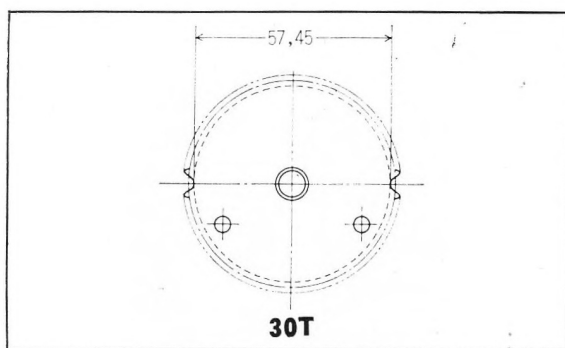

Figure 2-18: pignon d'arbre à cames
8. Diamètre du pignon de l'arbre à cames, au fond des dents : 57,45 mm (figure 2-18).